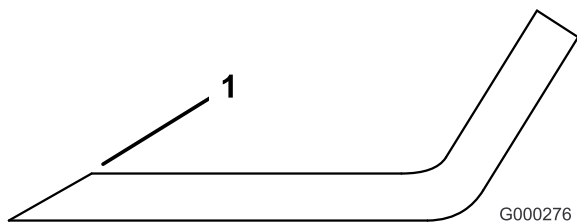

Figura 63
1. Utilice una lima para afilar el filo de corte en ambos extremos de la cuchilla (Figura 63). Mantenga el ángulo original. La cuchilla permanece equilibrada si se retira la misma cantidad de material de ambos bordes de corte.